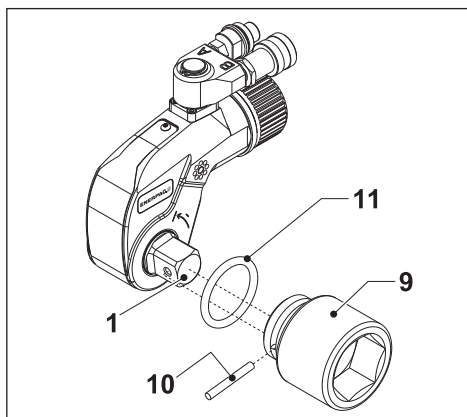
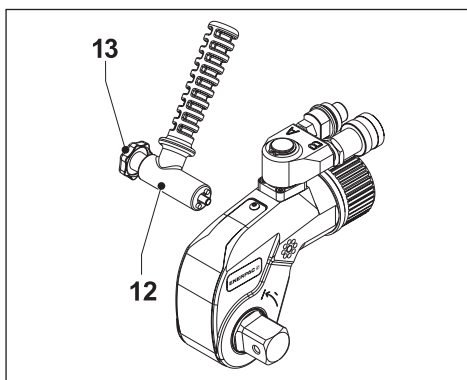
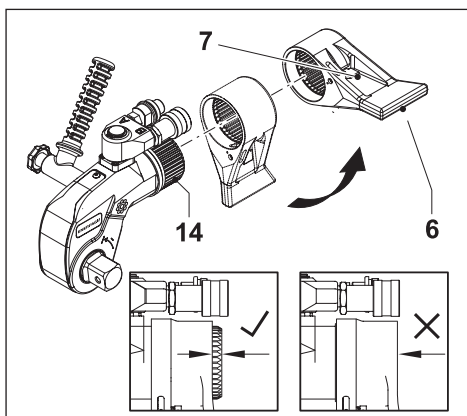

Fig. 4
Fig. 5
Fig. 6
3.4.1 Instalar o soquete hexagonal (fig. 4)
- Posicione o soquete hexagonal (9) sobre o eixo de acionamento (1).
- Instale o pino trava (10) e o anel tipo O (11).
3.4.2 Remoção do soquete hexagonal (fig. 4)
- Remova o anel tipo O (11) e o pino trava (10)
- Remova o soquete hexagonal (9) do eixo de acionamento (1).
3.5 Montagem da alavanca de posicionamento (fig. 5)
- Fixe a alavanca de posicionamento (12) com um parafuso serrilhado ou parafuso olhal (13 - varia de modelo a modelo). A alavanca de posicionamento pode ser instalada de ambos os lados da chave de torque (conforme necessário).
3.6 Montagem do braço de reação (fig. 6)